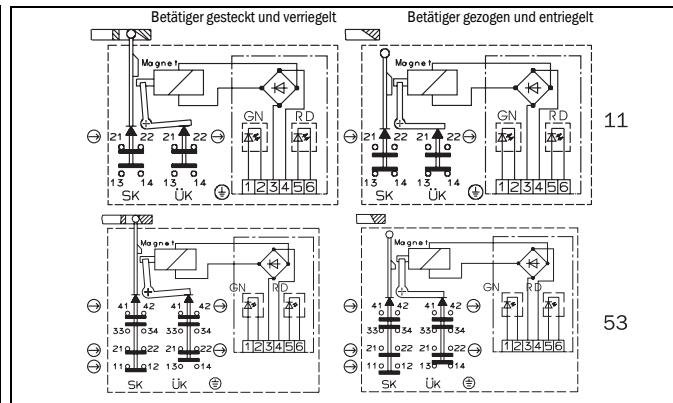

Abb. 2: Schaltelemente und Schaltfunktionen
- Kontaktbelegung siehe Abb. 2.
Durch Abschalten der Magnetbetriebsspannung entsperrt der Zuhaltebolzen den Betätigter/die Schutzeinrichtung. Der Überwachungsschaltkreis ÜK wird geöffnet. Die rote und die grüne LED leuchten (siehe Abb. 2).